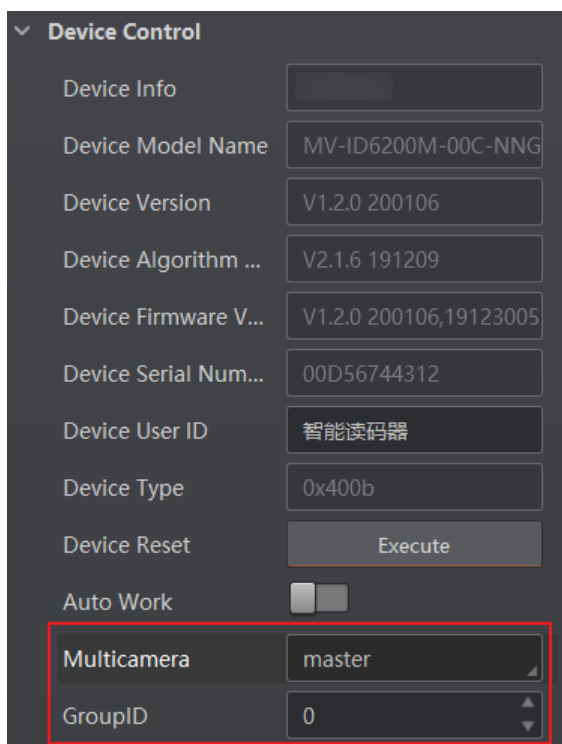

图4-66 设置组播功能
2. 根据需求在 Multicamera 下进行参数设置，其中 master 为主设备，slave 为从设备，如图 4-66 所示。
3. 设置参数 GroupID 的值，如图 4-66 所示。同一套组播中的设备需要设置成相同的 ID 号，与其它组播中的设备进行区分。